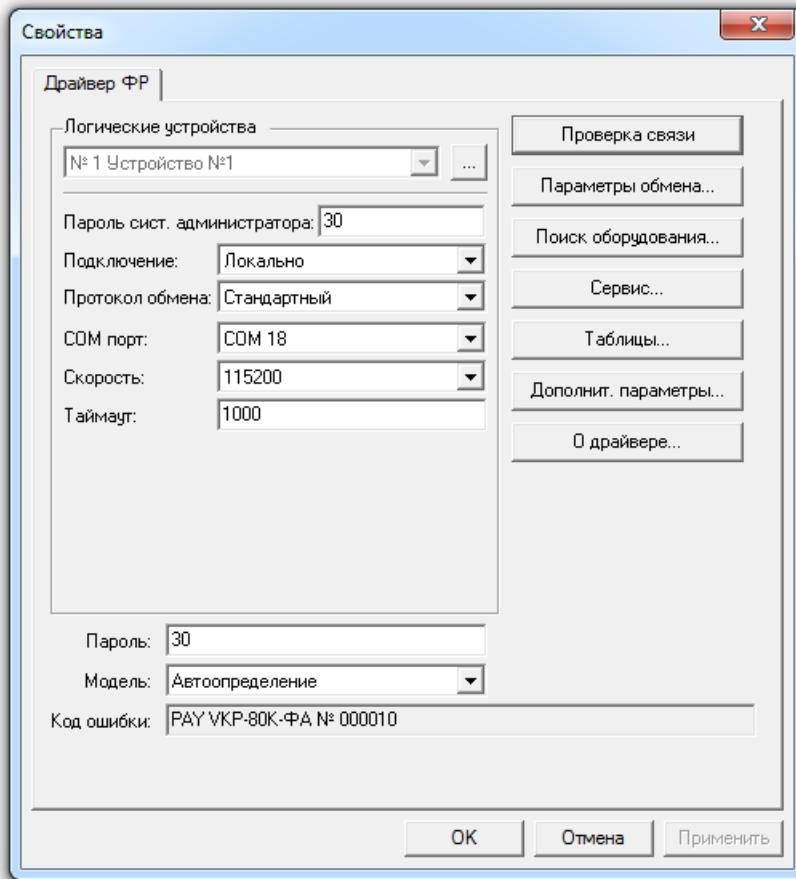

Рисунок 50
- 6.2.1 Запустите «Тест Драйвера ФР». Выбор СОМ-порта осуществите в соответствии с конфигурацией компьютера (Рисунок 50).